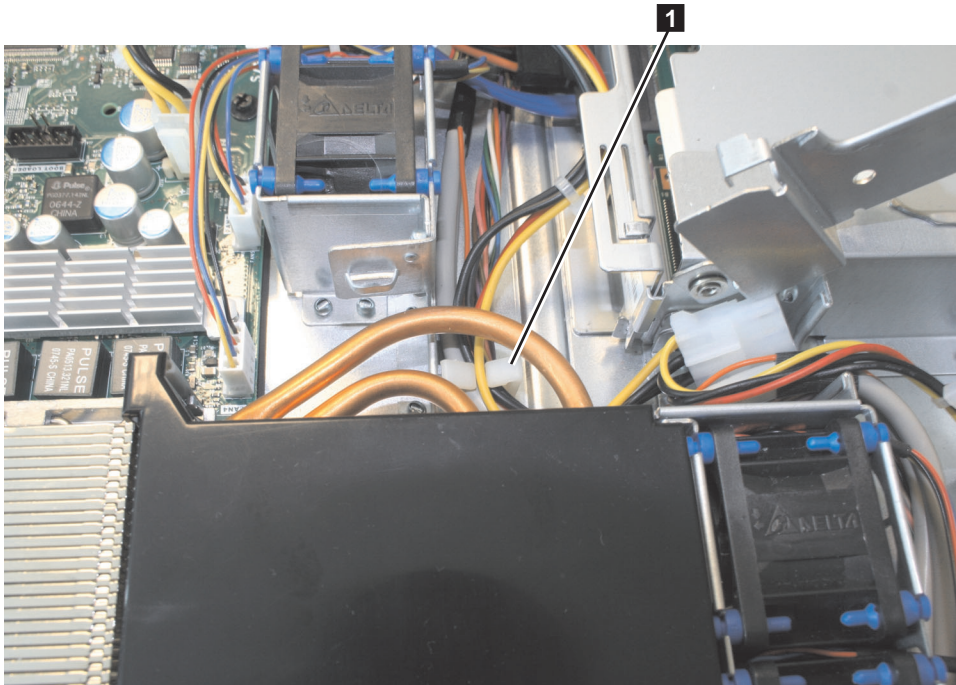

図 157. SAN ポリウム・コントローラー 2145-8A4 電源機構ケーブルの保持クリップ
6. P5 コネクターの付いた電源機構ケーブルを CD/DVD インターフェース・カードに配線し、図 157 に示すように、シャーシ上の保持クリップ **1** の下に固定します。